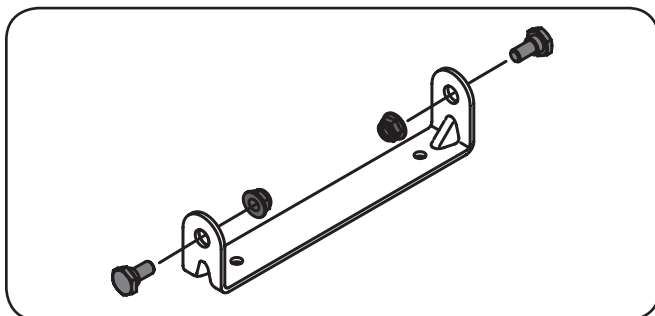

Figure 3-4
1. Retire los pernos de hombro y las tuercas de fijación del asiento soporte incluido en su paquete de hardware de montaje. Vea la Figure 3-4.